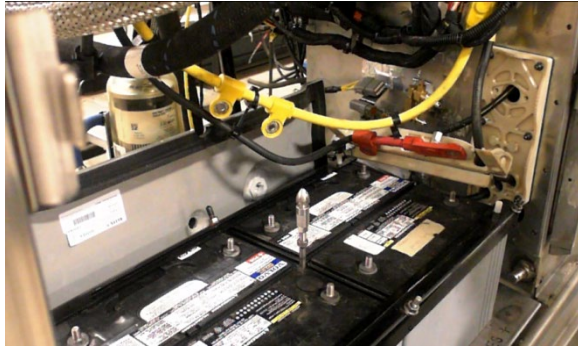

FIGURA 45
- Coloque a un lado todos los cables de la batería (FIGURA 45).